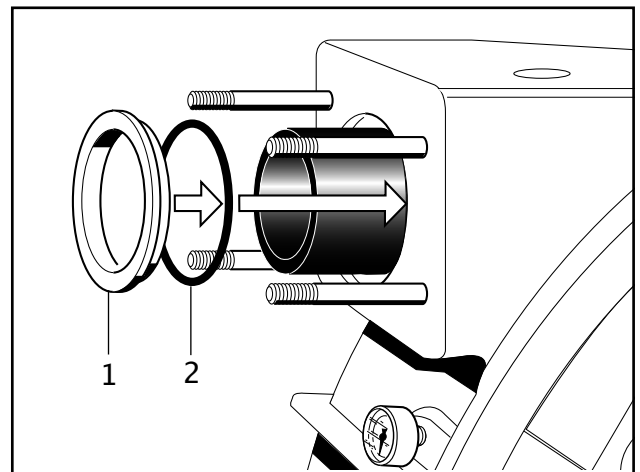

Рис. 33 Монтаж дистанционного кольца
4. Сначала полностью смонтировать патрубок с нагнетательной стороны. Монтаж нового уплотнительного кольца круглого сечения (поз. 2, рис. 33) осуществлять перед дистанционным кольцом (поз. 1, рис. 33).